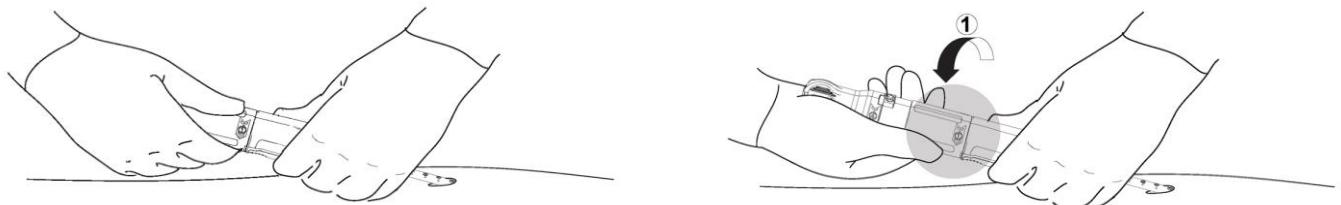

Abbildung 12. Schritt 1 der Aktivierung des PerQseal+ Gefäßverschlusssystems (Freisetzung des Implantats aus der Schleuse).
Das distale Ende des Griffs des PerQseal+ Gefäßverschlusssystems ergreifen (das dem Patienten am nächsten gelegene Ende). Das Gerät in seiner Position stabilisieren, indem diese Hand am Patienten abgestützt wird, siehe Abbildung 12.
- a. Die Hand auf die mit „1“ markierte Nocke der Schleuse legen und diesen Griffteil um 180° in die angezeigte Richtung drehen, um die Punkte aufeinander abzugleichen. Darauf achten, dass die Hand, die das distale Ende des Griffs hält, nicht bewegt wird und der Griff während der Drehung in seiner Position verbleibt, siehe Abbildung 12. Das Implantat ist nun im Inneren der Arterie exponiert.